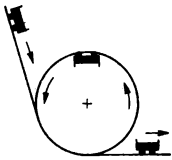

Bild 51
- 3.92** Berechnen Sie die Mindesthöhe, aus der der Wagen auf der «Todesbahn» (Bild 51) losgelassen werden muß, damit er die Schleife ohne Absturz durchfährt. (Betrachten Sie den Wagen als Massenpunkt.)